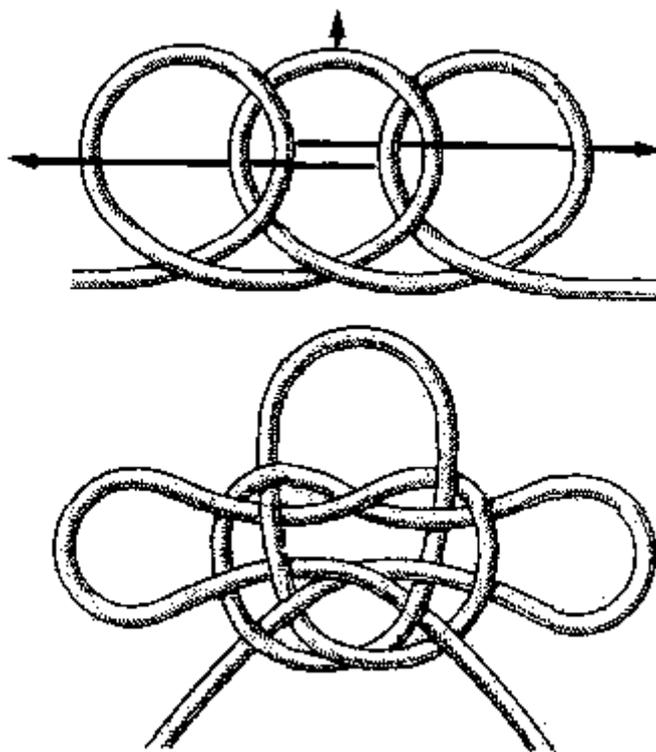

Рис.80. Топовый узел
**Топовый узел** (рис. 80). Он также применялся на топах мачт парусных кораблей вместо бугелей с обухами (кованых колец со скобами) для крепления бакштагов и штага. Этим узлом пользовались для крепления временных оттяжек при установке мачт и забивке свай,
мая концов из центральной петли, один узел превратить в другой невозможно. Некоторые моряки называют этот узел двойным топовым узлом, так как иногда он применяется аналогично топовому узлу (см. рис. 80).